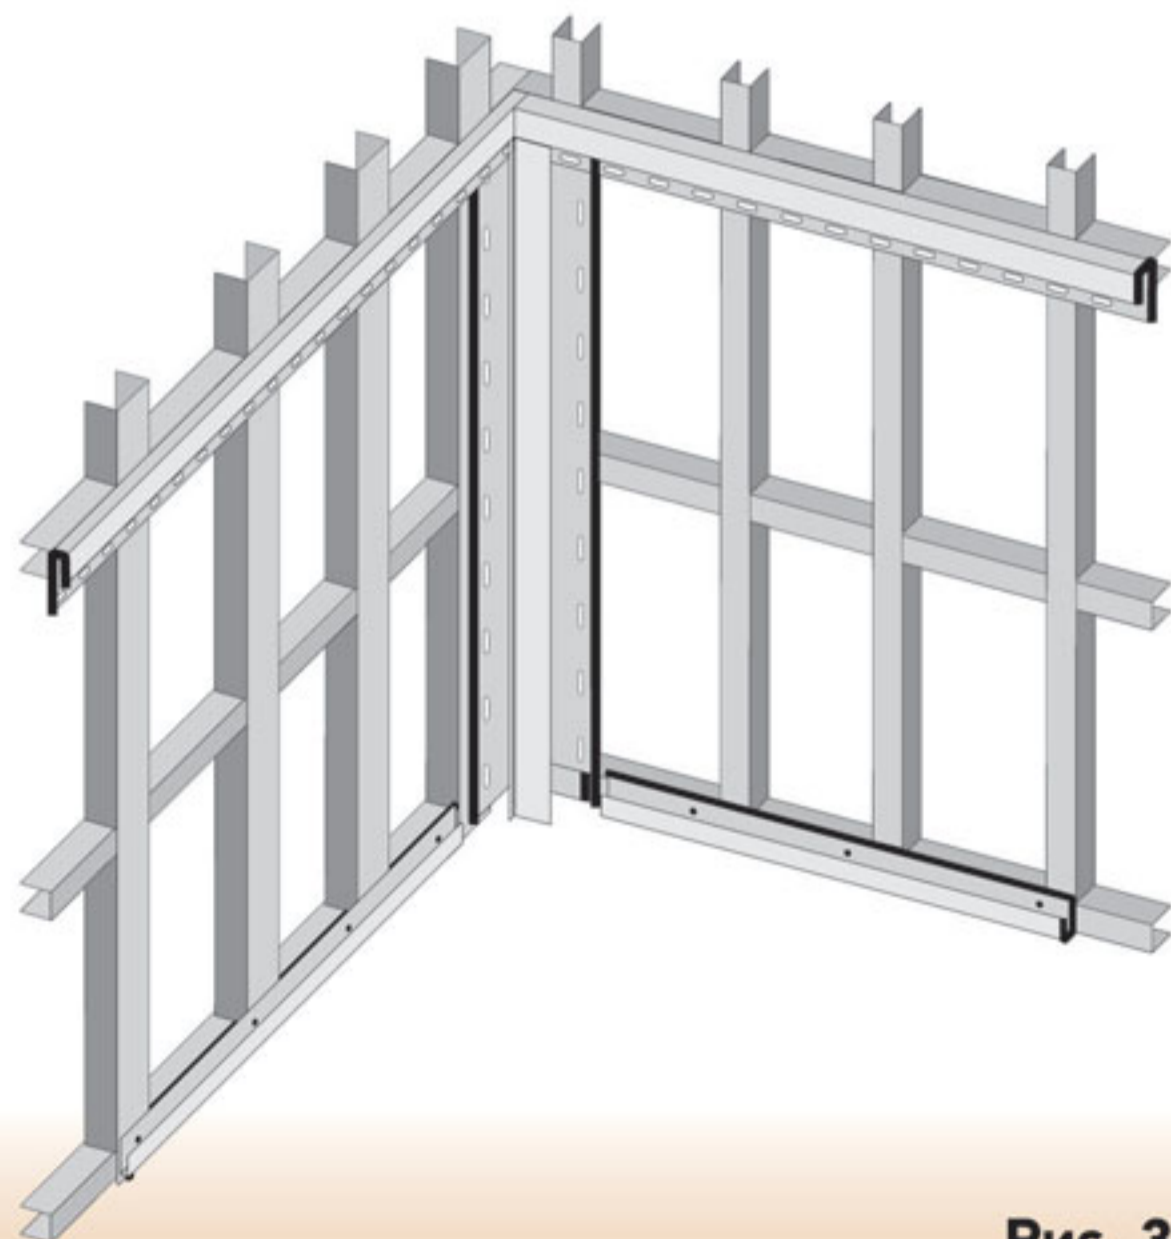

Рис. 3
- Подготовьте два фасадных J-профиля необходимой длины, установите их во внутренний угол здания (Рис. 3).